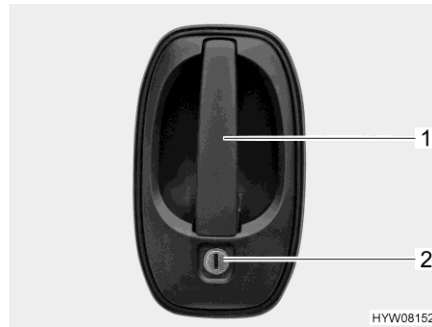

Bild 55 Dörrlås (förardörr, utsida)
- Stick in nyckeln i låscylindern (Bild 55,2) och vrid den ända tills dörrlåset har låsts upp.
- Drag i dörrhandtaget (Bild 55,1). Dörren är öppen.
- Stick in nyckeln i låscylindern (Bild 55,2) och vrid den ända tills dörrlåset har låsts.